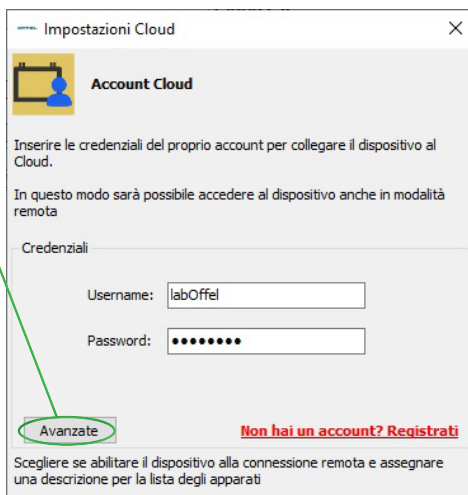

Fig. 37
2. Dal menù ACCOUNT accedere alla voce ASSOCIA DISPOSITIVO AL CLOUD; si apre così la finestra ACCOUNT CLOUD (fig.37) nella quale premere il tasto AVANZATE.